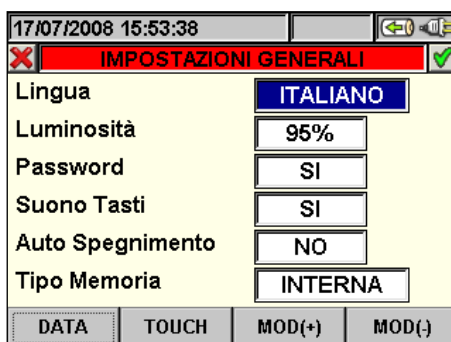

Fig. 9: Ecrã das Configurações Gerais
1. Premir o botão **F1** (ou a opção **DATA** no display) no ecrã apresentado na Fig. 9. O instrumento mostra o seguinte ecrã: